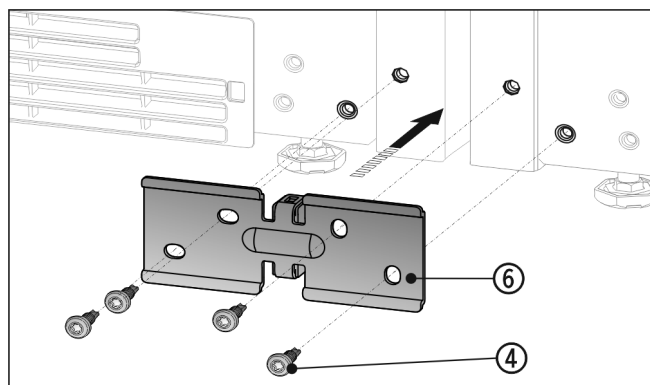

Fig. 15
- Spostare la squadretta Fig. 15 (6) con il distanziale fra le apparecchiature e avvitare con 4 viti Fig. 15 (4) senza stringerle.